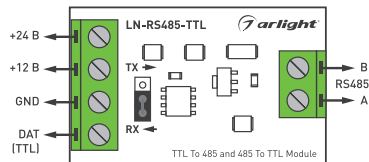

Рис.1. Назначение клемм.
- 3.2. Ознакомьтесь с назначением и расположением клемм и переключки (Рис.1), при помощи которой выбирается направление передачи сигнала и режим работы — RX (прием) или TX (передача). Установите переключку в соответствии с требуемым режимом работы.